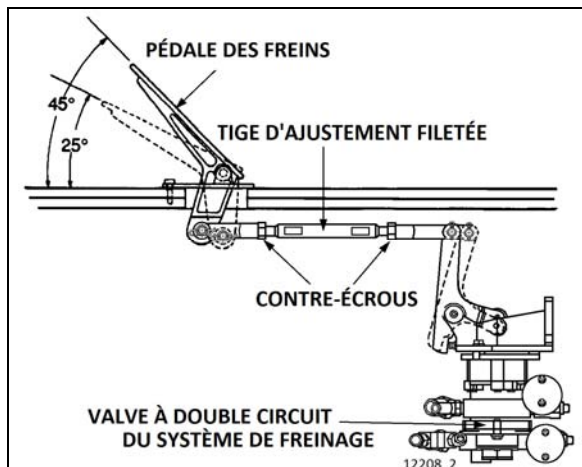

FIGURE 14 : RÉGLAGE DE LA PÉDALE DU FREIN
Valve de freinage à deux circuits E-10P est une valve de frein commandée au pied, montée sur le plancher, avec deux circuits séparés d'alimentation et de fourniture. Cette valve se trouve dans le compartiment de service avant (Figure 14).
1. Replacer la tringlerie, desserrer les écrous et la vis de blocage de tige filetée ou dévisser la tige de réglage filetée pour obtenir une inclinaison de pédale du frein de 45° (Figure 14).